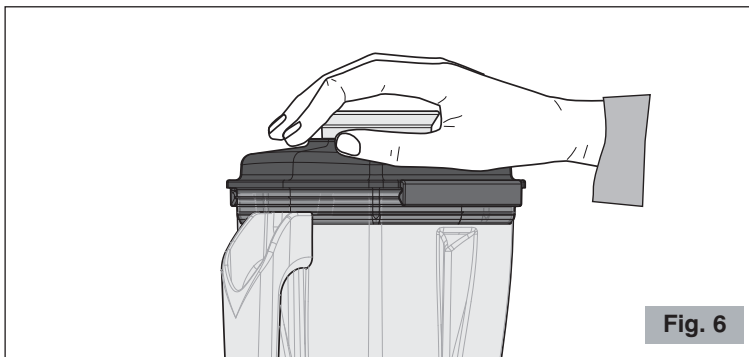

Fig. 6
- 5 Sélectionner la vitesse souhaitée avec le sélecteur  pour les modèles B185 et B280 ou avec le bouton (13 Fig.1a) pour le modèle B284 et, en maintenant une main sur le couvercle, allumer le moteur en appuyant sur la touche  (Fig. 6).